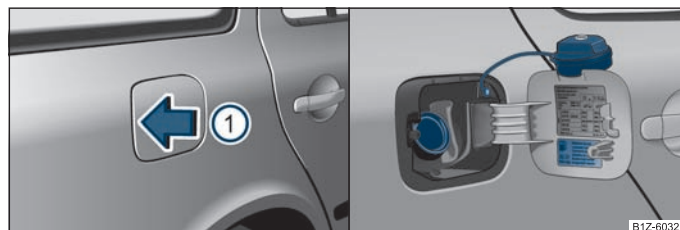

Fig. 119 Partea dreaptă spate a autovehiculului: Deschiderea clapetei rezervorului / Clapeta rezervorului cu capacul deschis
Autovehiculul dumneavoastră poate funcționa doar cu **benzină fără plumb**, care corespunde normei **EN 228**. Tipurile de benzină se deosebesc în funcție de cifra lor octanică (COR). Informațiile despre cifra octanică adecvată motorului dumneavoastră găsiți pe interiorul clapetei rezervorului de combustibil ⇒ pagina 128, fig. 119 - dreapta.
- Apăsăți în centrul zonei din stânga a clapetei rezervorului în sensul indicat de săgeata ① ⇒ fig. 119.
- Deșurubați capacul spre stânga și așezați-l pe clapetă, în partea de sus ⇒ fig. 119 - dreapta.